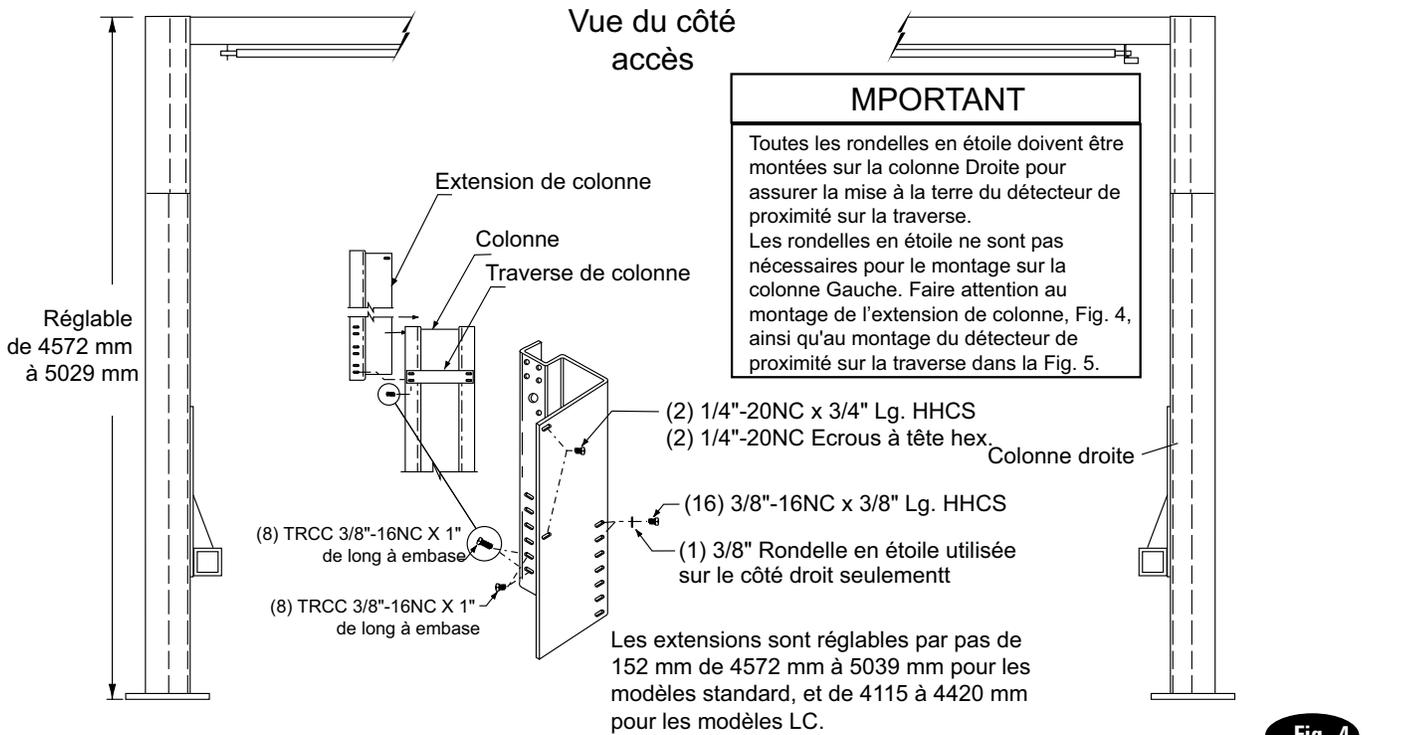

Fig. 4
2. **Hauteur du pont élévateur:** Voir la Fig. 4 pour la hauteur totale du pont élévateur selon le modèle du pont élévateur. Ajouter 25,4 mm à la hauteur totale par rapport à l'obstacle le plus bas.
5. Installer les extensions de colonne sur les colonnes en utilisant (16) TRCC à embase 3/8"-16NC x 3/8" de long, Fig. 4, et les traverses de colonne en utilisant (8) TRCC à embase 3/8"-16NC x 1", Fig. 4. Ajuster l'aplomb des extensions de colonne.